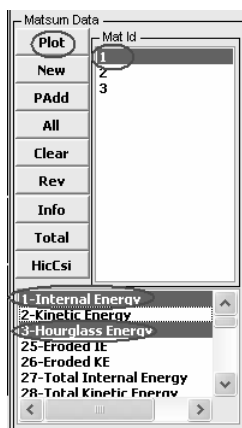

图 4-103 导入甲球的能量数据
(8) 如图 4-103 所示，单击选中“1”（选出 Part1，即甲球），再单击“1-Internal Energy”（材料的内能），再按住键盘上的“Ctrl”键同时单击“3-Hourglass Energy”（即材料的沙漏能），然后单击“Plot”按钮，弹出“PlotWindow-1”窗口（见图 4-104）。该窗口显示了 Part1 的内能与沙漏能。